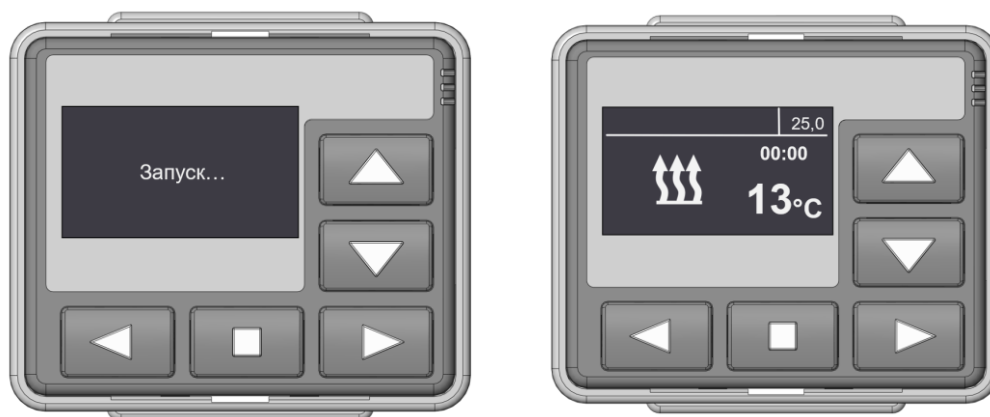

Рисунок 5.84. Запуск подогревателя
- ▶ Нажать второй раз на кнопку включения для запуска подогревателя. Исправная работа подогревателя сопровождается характерными звуками горения (свистом) и щелчками, издаваемыми помпой, рис. 5.84.